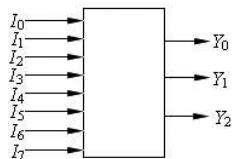

图 5-17 8 线—3 线编码器示意图
(1) 3 位二进制编码器的示意图。如图 5-17 所示, $I_0, I_1, I_2, I_3, I_4,$